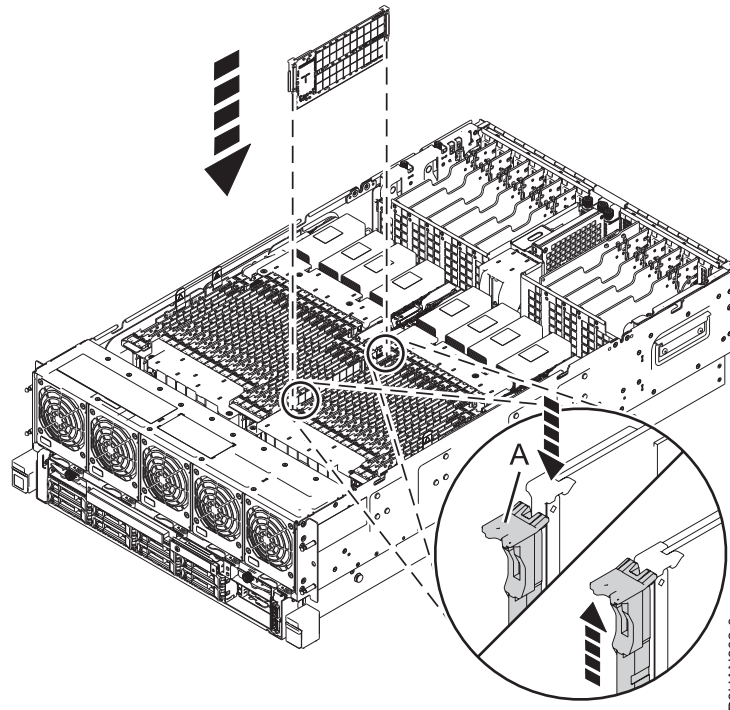

Figura 11. Substitució de memòria al sistema
- b. Pressioneu la memòria amb fermesa a la ranura fins que la pestanya de bloqueig (A) quedi fixada al seu lloc. Consulteu Figura 11 a la pàgina 17.